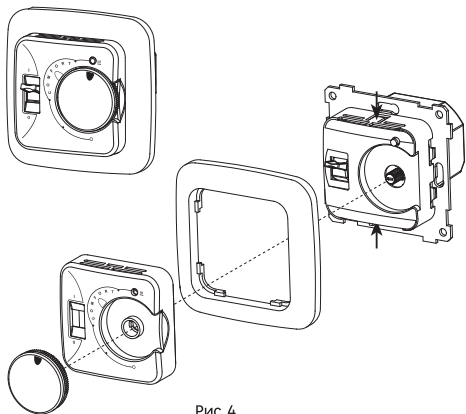

Рис. 4
Для этого тонкой шлицевой отверткой аккуратно поочередно надавите на защелки, расположенные снизу лицевой крышки терморегулятора, при этом потянув ее на себя (рис. 4).
2. Снимите крышку (рис. 4).